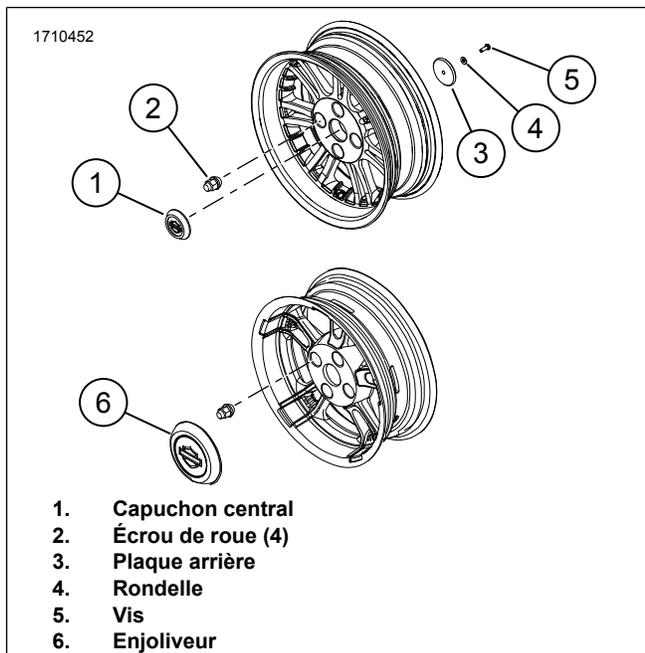

Figure 2. Ensembles cache moyeu de roue
1. Voir la figure 2. Desserrer les quatre écrous de roue (2).
3. Retirer les écrous de roue (2) et la roue.
4. Retirer et éliminer la vis (5), la rondelle (4), la plaque arrière (3) et le cache central (1).
- a. Installer les écrous de roue (2) selon une séquence de serrage croisée. **Ne pas serrer complètement .**
- c. Serrer les écrous de roue (2) selon une séquence de serrage croisée.
1. Voir la figure 2. Localiser la fente d'accès sur le diamètre du cache moyeu (6).
2. À l'aide de l'outil approprié, retirer le cache moyeu (6).